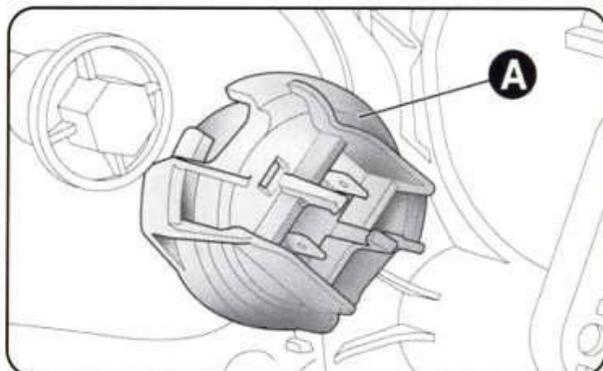

рис. 24
- снимите крышку А (рис. 24) лампы;